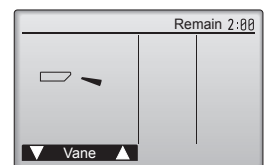

Fig. 7-4
2. Pulse el botón [SELECT/HOLD] para visualizar la pantalla de funcionamiento Lama, y luego pulse los botones [F1] y [F2] para comprobar el sistema automático de desviación del aire. (Fig. 7-4)